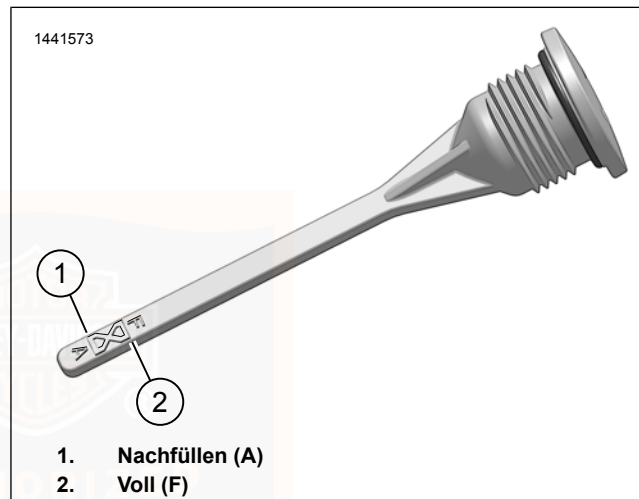
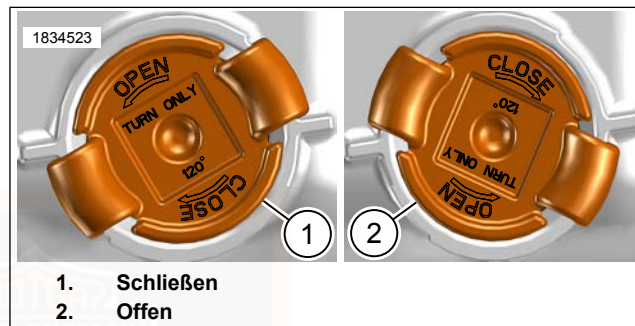

Abbildung 88. Getriebschmiermittelstand
Abbildung 89. Ausrichtung der Ablassschraube
4. Siehe Abbildung 88. Einfüllverschlussstopfen/Ölmessstab entfernen. Den Schmiermittelstand auf dem Ölmessstab prüfen. Der richtige Ölstand liegt zwischen den Markierungen Add (A) (1) und Full (F) (2).
1. Siehe Abbildung 88. Den Getriebeeinflussverschlussstopfen/Ölmesstab entfernen.
- b. Siehe Abbildung 89. Die Getriebeölablassschraube gegen den Uhrzeigersinn in die geöffnete (2) Position drehen.
- a. Siehe Abbildung 89. Die Getriebeölablassschraube in die geöffnete (2) Position bringen.
- b. Die Getriebeölablassschraube im Uhrzeigersinn drehen, um sie zu schließen (1).
6. Den Schmiermittelstand prüfen. Ausreichend Schmiermittel zugeben, bis der Füllstand zwischen den Markierungen A (Hinzufügen) und F (Voll) liegt. Siehe Abbildung 88.